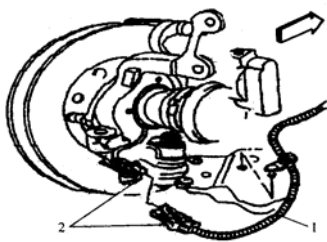

图 1-9 分离车轮速度传感器
- ① 升起并适当支撑车辆，拆卸车轮总成。
- ② 如图 1-9 所示，断开车轮速传感器插接器，从托架上拆卸车轮速度传感器。